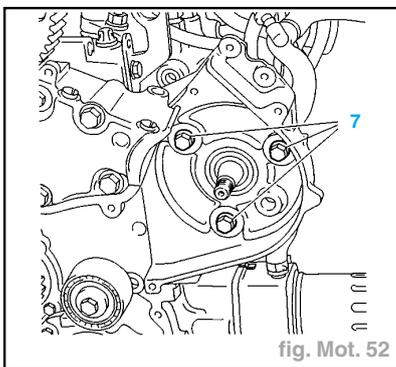

fig. Mot. 52
- Desserrer puis déposer le pignon (6) d'entraînement de pompe haute pression ; à l'aide de l'outil [4] (réf. 6016T).
- les fixations (7) (fig. Mot. 52),